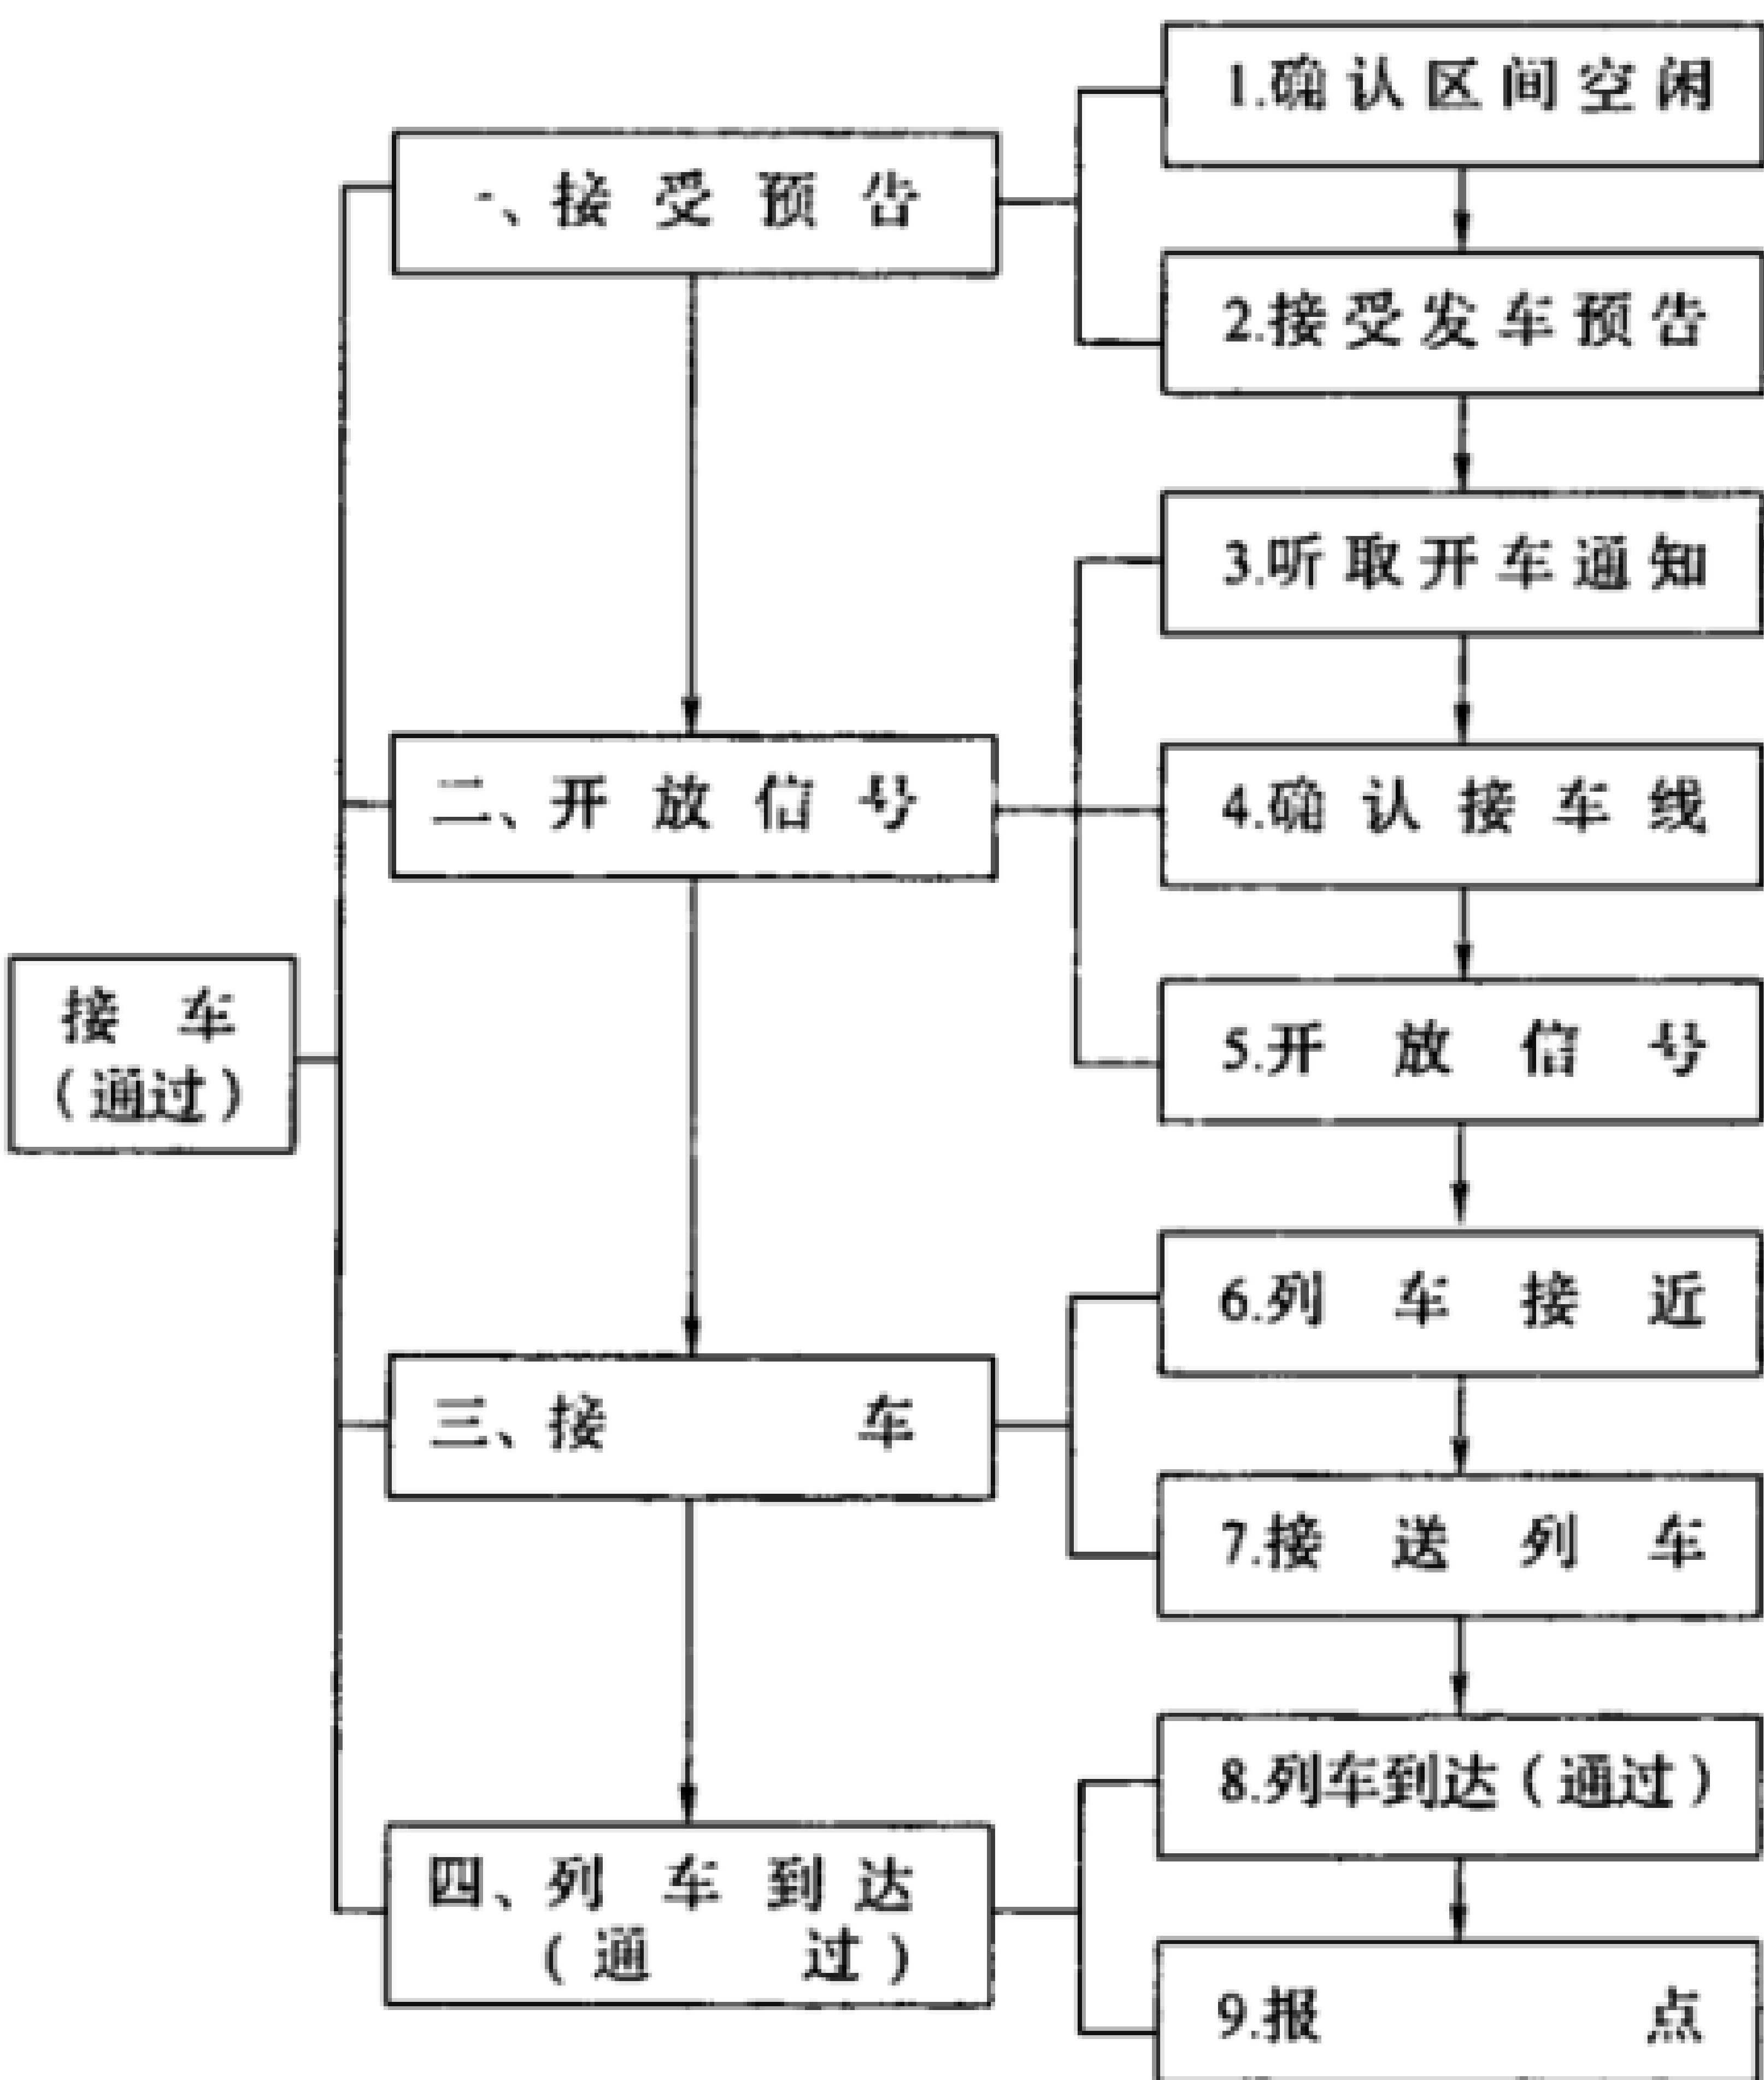

图 1
2 接发列车作业程序图 1
2.1 接车(通过)作业程序图(见图 1)